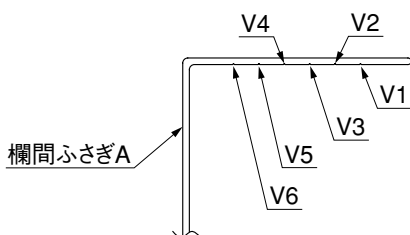

図4-5 取付V溝の位置
- ② 取付V溝の位置を図4-5、表4-1を参照して決めてください。